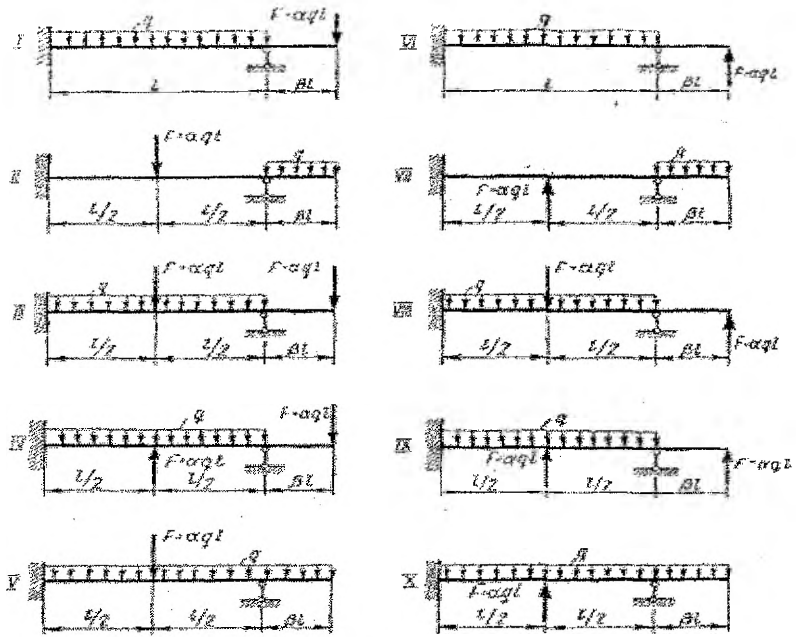

Рисунок 7 – Схемы балок
**Задача 7.** Для балки, изображенной на рис. 7, требуется: 1) найти изгибающий момент на левой опоре (в долях  $ql^2$ ); 2) построить эпюры  $Q$  и  $M$ ; 3) построить эпюру прогибов, вычислив три ординаты в пролете и две – на консоли. Данные взять из табл. 7